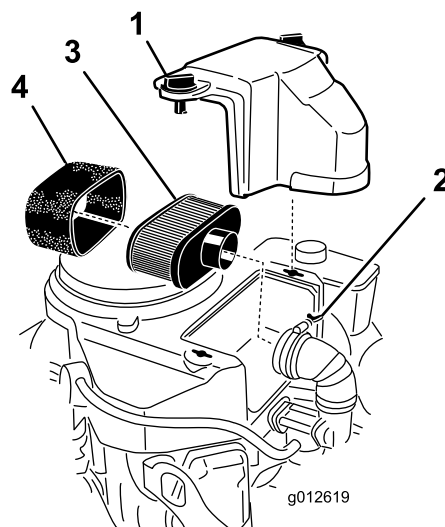

Figure 39
3. Nettoyez la surface autour du filtre à air pour éviter que des impuretés n'endommagent le moteur en tombant à l'intérieur (Figure 39).
4. Desserrez les boutons du couvercle et déposez le couvercle du filtre à air (Figure 39).
5. Desserrez le collier et déposez le filtre à air (Figure 39).
6. Sortez délicatement l'élément en mousse de l'élément en papier (Figure 39).
1. Glissez délicatement l'élément en mousse sur l'élément en papier (Figure 39).
2. Posez le filtre à air complet sur sa base ou sur le flexible et fixez-le en position (Figure 39).
3. Mettez le couvercle du filtre en place et serrez le bouton (Figure 39).